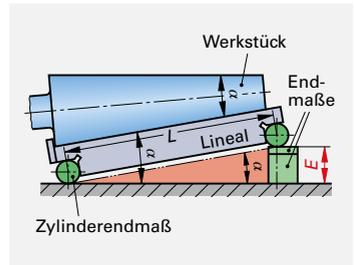

Bild 3: Sinuslineal
4. **Sinuslineal (Bild 3):** Mit dem Sinuslineal werden Winkel geprüft. Den Abstand *E* setzt man aus Endmaßen zusammen.